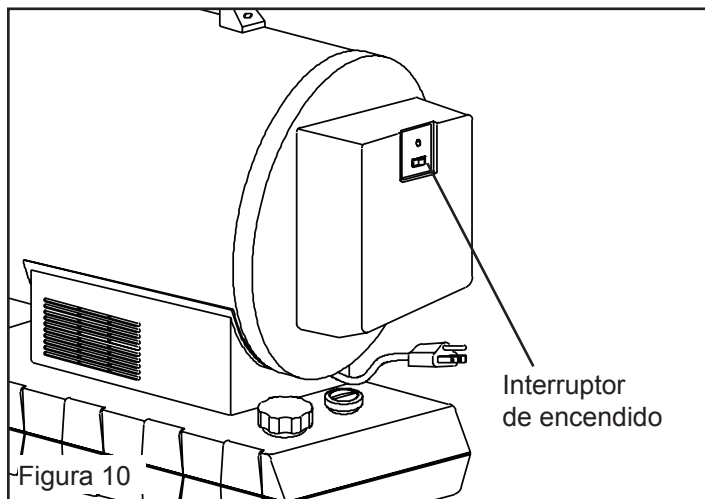

Figura 10
2. Mueva el interruptor a la posición de encendido (ON). Se iluminará la luz indicadora de encendido y se encenderá el calentador (vea la Figura 10).